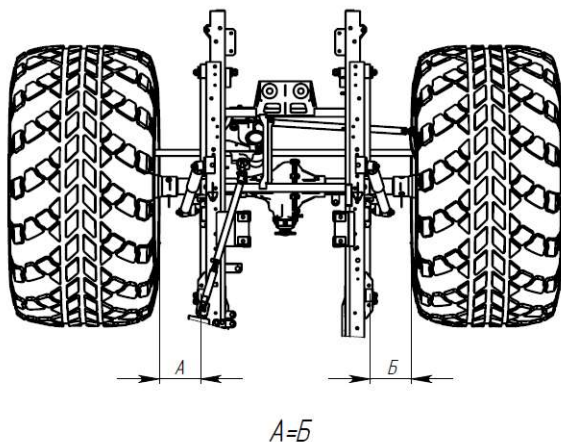

Рис. 6.23 Установка управляемых колес в положение прямолинейного движения.
2. Предварительно установить управляемые колеса транспортного средства в положение прямолинейного движения (см. Рис. 6.23). Для более точной установки выполнить замер расстояния от бортового кольца обода колеса до боковой поверхности рессоры. Измерения произвести с левым и правым колесом. Расстояния должны быть равны.